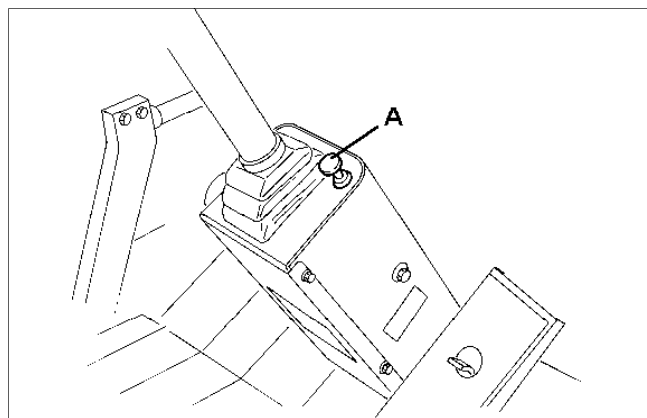

Fig.17
1. Tirar del control de paro del pedal de tracción (A Fig 17) para dar al pedal un movimiento completo hacia adelante.
1. Apretar el control de parada del pedal de tracción (A Fig. 17) para restringir el movimiento del pedal.